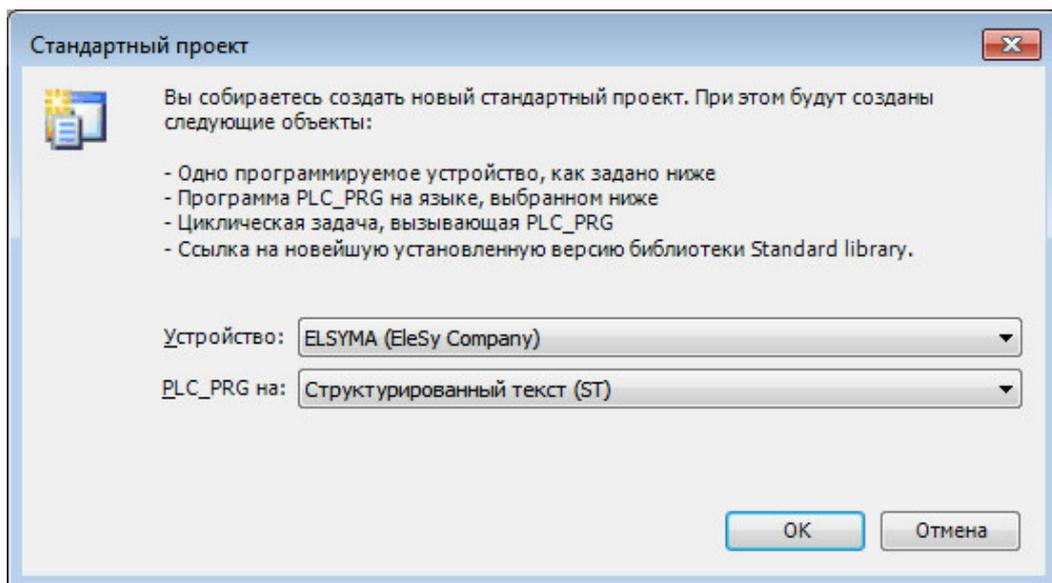
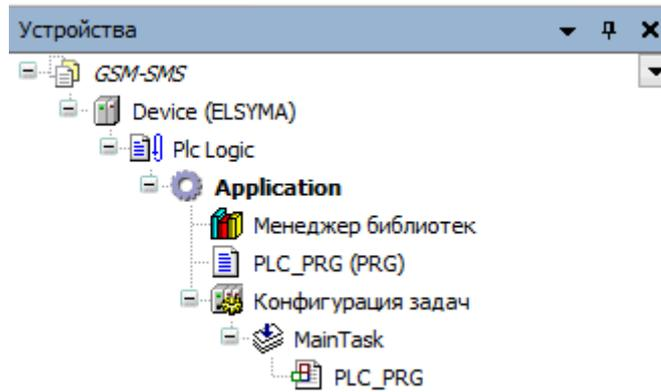

Рисунок 3.3 – Настройка стандартного шаблона проекта
Рисунок 3.4 - Дерево объектов проекта
4. В окне «**Стандартный проект**» в списке **Устройство:** выбрать контроллер – *ELSYMA (EleSy Company)*, в списке **PLC_PRG на:** – язык реализации основного программного компонента – *Структурированный текст (ST)* (рисунок 3.3). Нажать кнопку «**OK**». Созданный проект отображается в области **Устройства** в виде дерева объектов (рисунок 3.4)